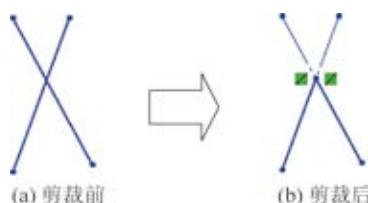

图 3.20 图元剪裁
- 将已剪裁的实体保留为构造几何体 复选框：用于将剪裁的图元转换为构造几何体，如图 3.20 所示。